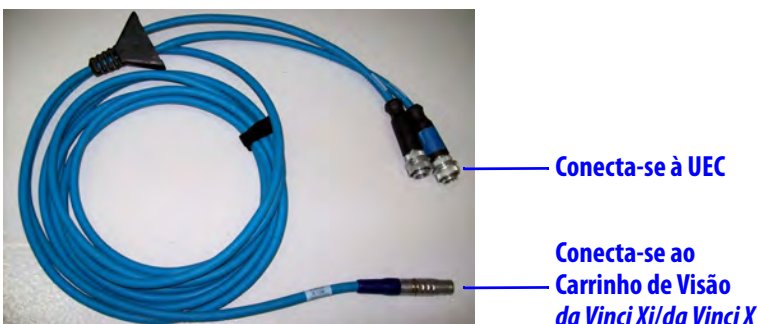

Figura 6.16 Cabo de ativação de energia de exemplo
- Conecta o cabo de ativação de energia (Figura 6.16) da UEC ao Carrinho de Visão *da Vinci Xi* ou *da Vinci X*. Para mais informações sobre conexões do sistema, consulte o manual do usuário do sistema em questão.